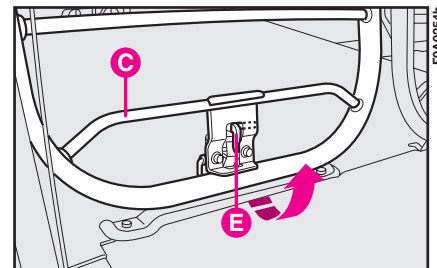
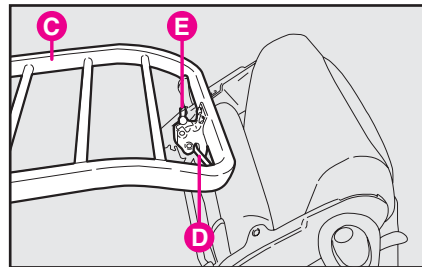

fig. 57
fig. 58
**Aggancio scaletta:** Dopo aver ribaltato il sedile come precedentemente descritto, sganciare la scaletta **C-fig. 57** dalla sua sede originale agendo sulla levetta **E** ed agganciarla alla maniglia **D-fig. 58** posta sul sedile. Assicurarsi che la scaletta sia ben agganciata.